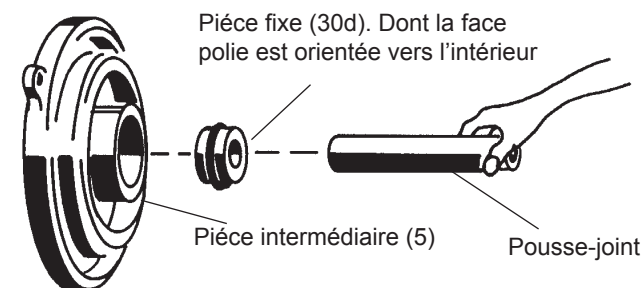

FIGURE 4
Huilez légèrement la pièce fixe (30d) et, avec la surface superposée faisant face au moteur, appuyez dessus (30d) en utilisant le pousse-joint afin de le pousser dans la partie intermédiaire (5) jusqu'à ce qu'elle repose contre la pièce tournante (30c) et remplacez le circlip (4), FIGURE 4.